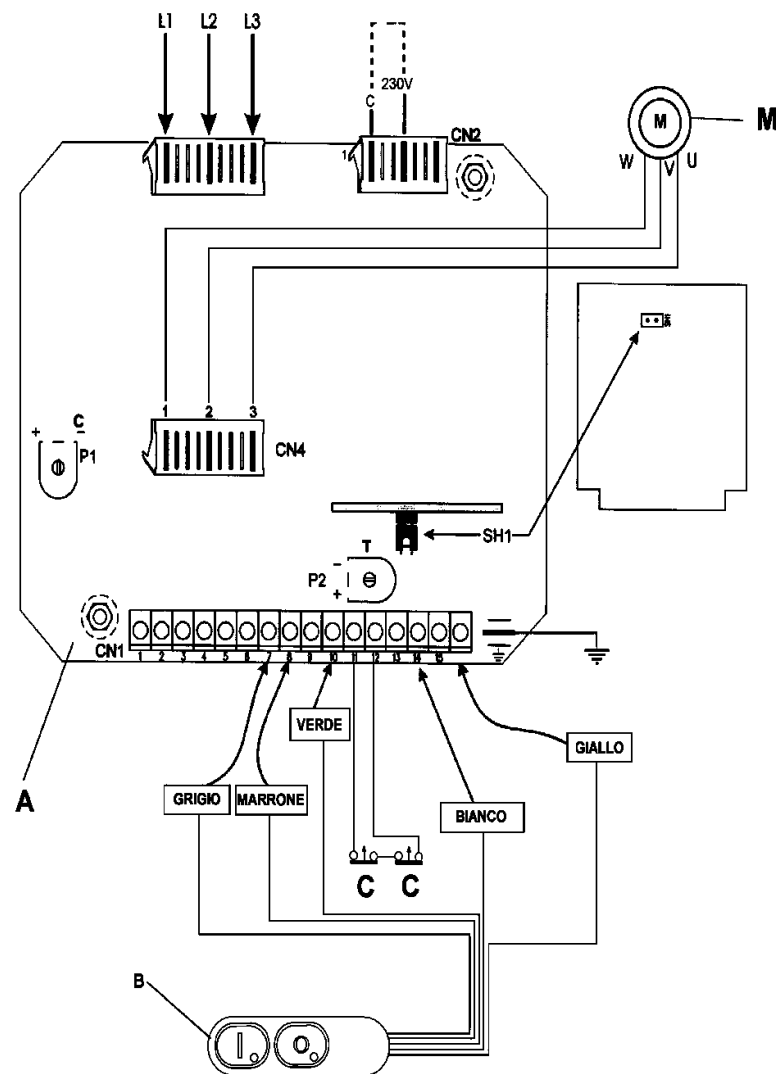

Fig. 2.6.3
2.6.3 Esquema eléctrico trifásico conectado 230V (fig. 2.6.3)